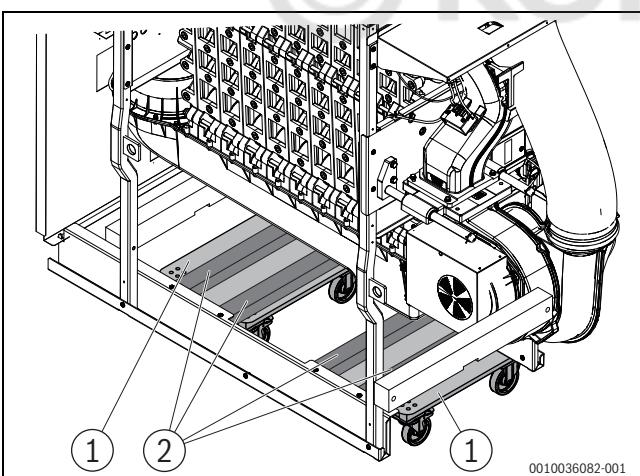

Рис. 15 Поддон на площадке для перевозки мебели (примерное изображение)
- Для дальнейшей транспортировки установите площадку для перевозки мебели между двумя продольными балками. При опускании средние транспортные поддоны устанавливаются на площадку для перевозки мебели (→Рис. 15).